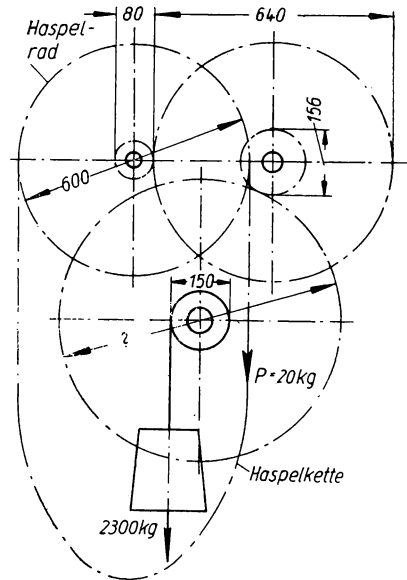

Bild 145
**279.** Das Hubwerk eines Laufkrans (Bild 145) wird mittels Haspelkette durch einen Arbeiter von unten bedient. Die Zugkraft des Mannes an der Kette soll 20 kg betragen, die Tragfähigkeit der Winde 2300 kg. Der Gesamtwirkungsgrad ist zu 72% anzunehmen. Zu berechnen ist a) die erforderliche gesamte Räderübersetzung; b) die Übersetzung des der Haspelkette zunächst liegenden ersten Vorgeleges aus den gegebenen Raddurchmessern; c) die Übersetzung des an der Trommelwelle liegenden zweiten Vorgeleges; d) der Durchmesser des großen Zahnrades der Trommelwelle; e) das Verhältnis des Arbeitsweges der Haspelkette zu dem erzielten Lasthub.